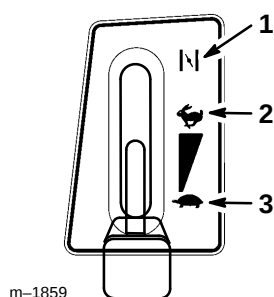

Abbildung 8
5. Den Gashebel auf "CHOKE" stellen (Abb. 8).
7. Sobald der Motor angesprungen ist, den Gashebel langsam auf "FAST" schieben (Abb. 8). Wenn der Motor aussetzt oder unregelmäßig läuft, den Gashebel für ein paar Sekunden zurück auf "CHOKE" stellen. Dann den Hebel wieder auf "FAST" schieben. Diesen Vorgang nach Bedarf wiederholen.
1. Den Gashebel auf "SLOW" (langsam) stellen (Abb. 8).